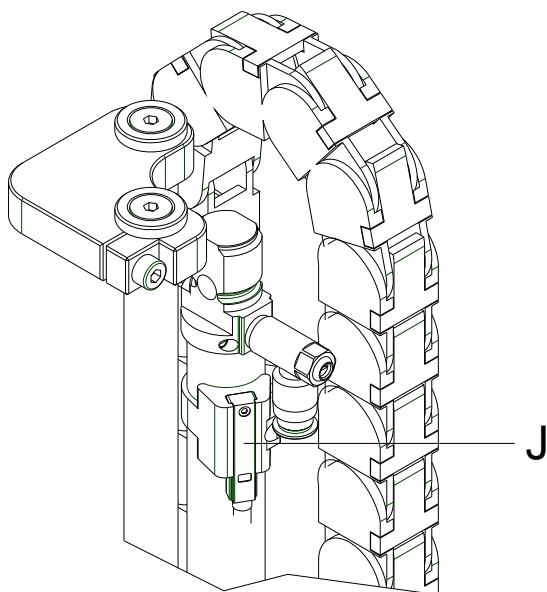

Figure 15
2. Desserrer les vis (C).
3. Retirer le support de capteur (D) avec le capteur (A).
4. Enlever les vis (B).
5. Retirer les vis (G) afin de desserrer un côté de la chaîne énergétique (F).
6. Dégager les pièces en T (I) imbriquées les unes aux autres des pièces en U (H) de la chaîne énergétique (voir Figure 15).
7. Retirer le capteur (A) de la chaîne énergétique (F).
8. Séparer la fiche (L) du capteur (A) de la carte imprimée (K).
9. Connect the new capteur (A) with the carte imprimée (K).
10. Insérer le nouveau capteur (A) dans la chaîne énergétique (F).
11. Refermer la chaîne énergétique (F). Imbriquer pour cela les pièces en T (I) dans les pièces en U (H).
12. Remonter la chaîne énergétique (F) et serrer les vis (G).
13. Fixer le capteur (A) au support de capteur (D) avec des vis (B).
14. Fixer le support de capteur (D) à la plaque de guidage (E) avec des vis (C).